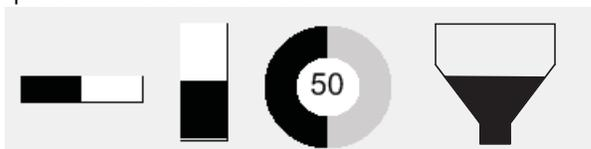

Imagen 14-8. Opciones del Widget de gráficos de barras
**Orientation (Orientación):** hay cuatro opciones (consulte la Imagen 14-8); el valor predeterminado es *Horizontal*.